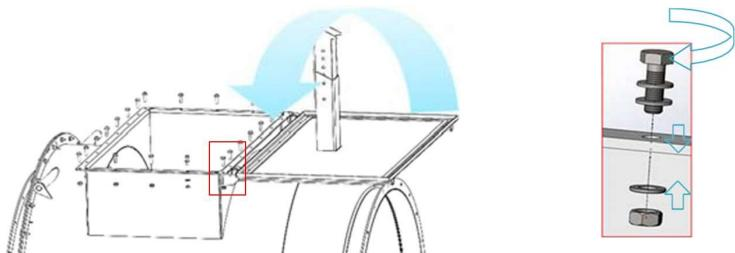

Abbildung 9 : Wartungsplatte schließen
Schritt 3: Schließen Sie die Wartungsplatte wie in Abbildung 9 dargestellt. Wenn nötig das Dichtungsband erneuern, damit es richtig luftdicht ist (15x5 EPDM Celrubber).